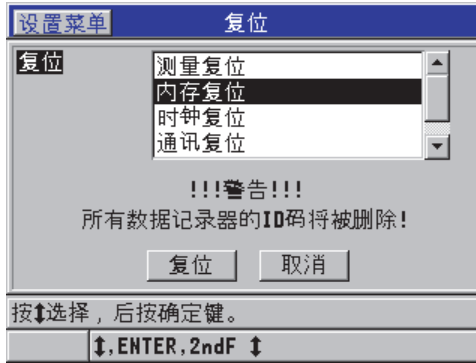

图 6-33 复位测量时出现的警告提示
2. 在**复位**屏幕中（参见第 109 页的图 6-33）：